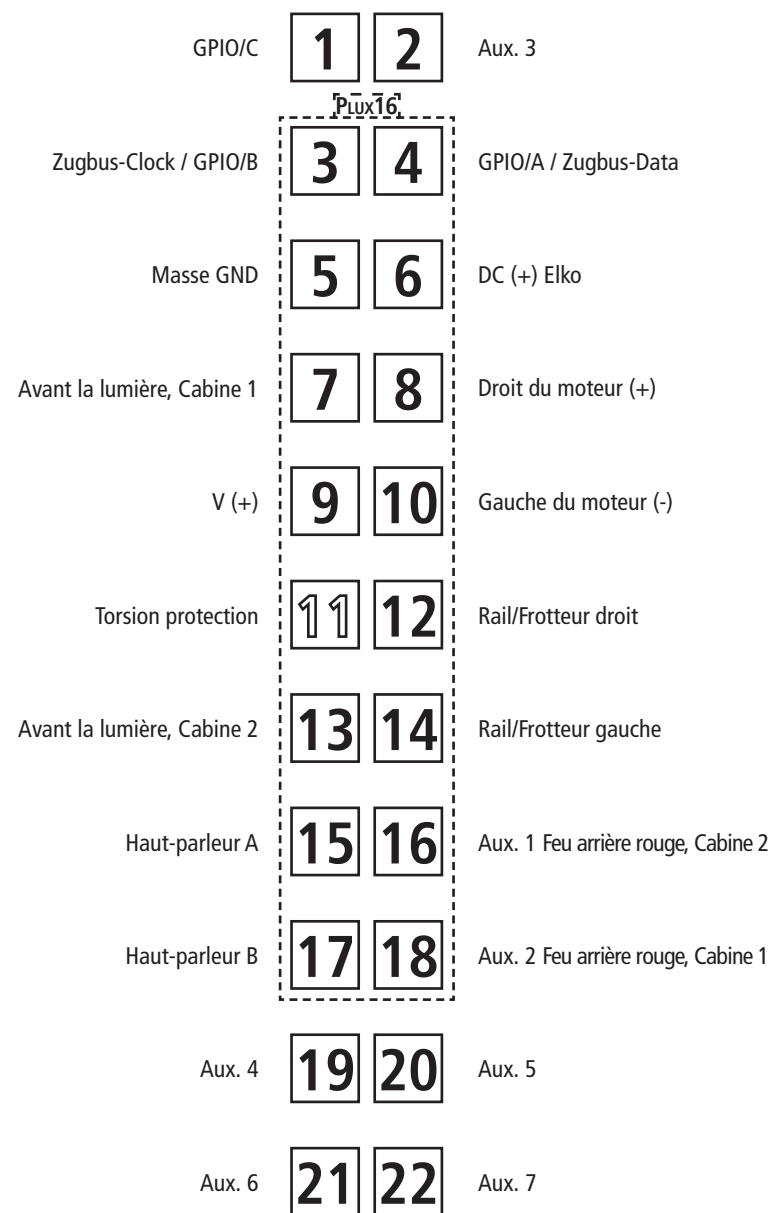

Fig. 6
3. Haftreifenwechsel: Zuerst den Getriebedeckel abnehmen (Fig. 6). Danach den **Radsatz** herausnehmen und die **Haftreifen** mit einer Nadel od. mit einem feinen Schraubendreher abziehen. Beim Aufziehen der neuen Haftreifen darauf achten, dass diese sich nicht verdrehen.
3. Change of traction tyre: Remove the gear cover (fig. 6). Take out **wheel set** and remove **traction tyre** using a pin or a fine screwdriver. When pressing on the new traction tyre please **avoid twisting it**.
3. Échange des bandages d'adhérence: Démontez d'abord **le couvercle du carter des engrenages** des engrenages (fig. 6). Délogez ensuite les essieux bandagés et enlevez, à l'aide d'une aiguille ou d'un tourne-vis fin, les bandages d'adhérence. Lors du montage des nouveaux bandages veuillez veiller à ce que les bandages **ne soient pas tordues**.